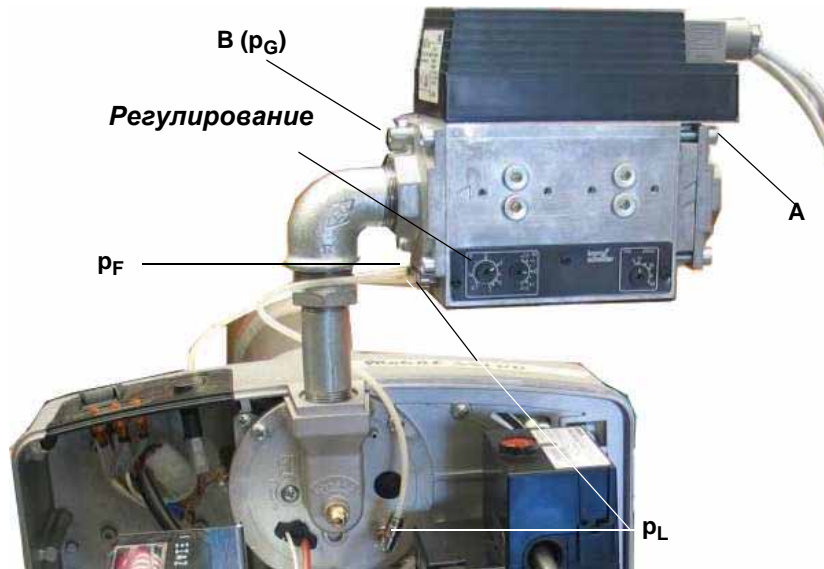

Рис. 19
Передаточное соотношение **V** - следующее (см. рисунок Рис. 19 - Рис. 20):
- 1 Включить горелку на малом пламени: если горелка не запускается, повернуть слегка **N** в направлении + и повторить запуск (см. Рис. 20). Замерить давление газа **p_G** на **B** (см. рисунок Рис. 19)
- 2 Замерить давление воздуха **p_L** на горелке (см. Рис. 19) и отрегулировать давление газа на **N** (см. Рис. 20)
- 11 Не закрывать штуцер **p_F**, если он имеется в наличии, и если он не использовался (vedi figura Рис. 19)
V = Не регулировать передаточное соотношение на слишком высокое значение! Давление газа на **B** ниже давления газа на **A** (см. рисунок Рис. 19) минус потеря давления компактного блока.
- 2 Замерить давление газа **A** и **B** (см. Рис. 19)